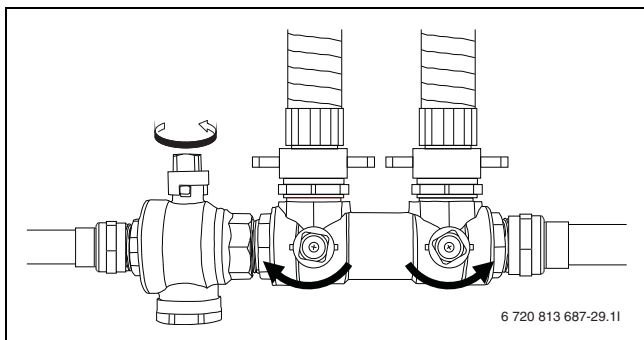

Рис. 18 Заполняющие устройства в положении заполнения
- ▶ Установите краны на заполняющем устройстве в положение для заполнения (→ рис. 18).